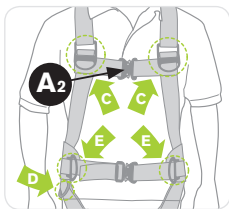

Figur 17
- Tilkobl den energjabsorberende fanglines karabiner til faldsikrings-fastgørelsespunktet afmærket A1 (Se Figur 17). A1 er det eneste fastgørelsespunkt, der vil aktivere Latchways PRD's redningsfunktion.